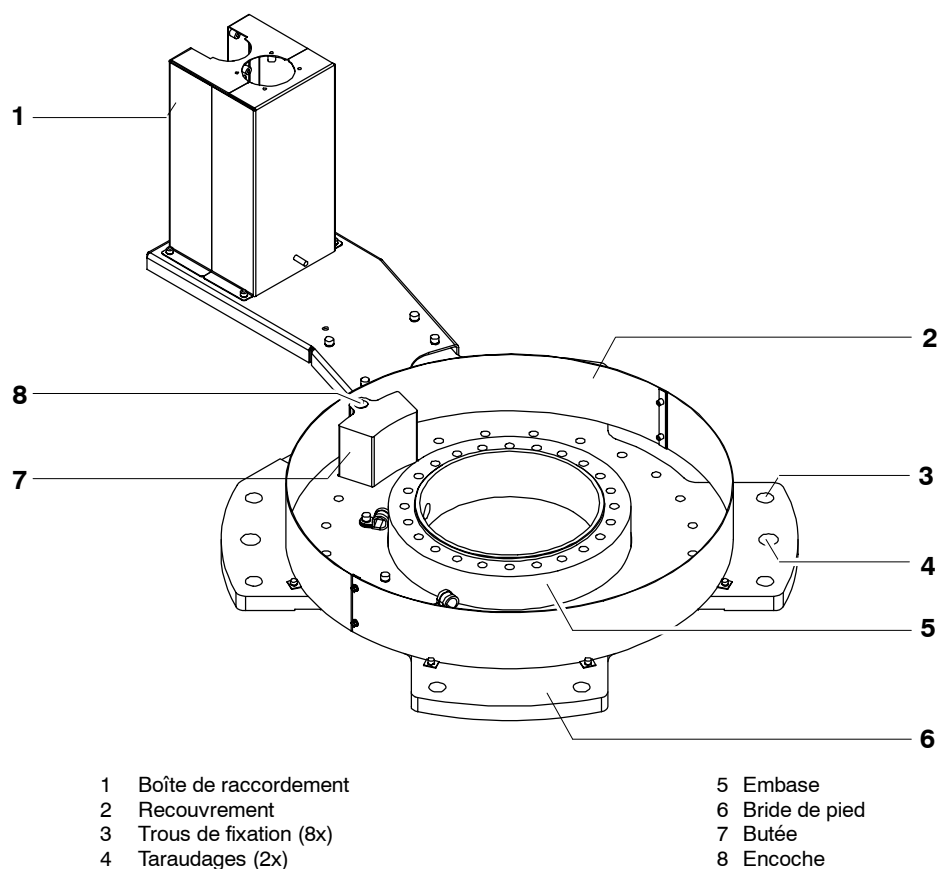

Fig. 10 Structure de l'embase
L'embase (Fig. 10) est la partie fixe du manipulateur sur laquelle tourne le bâti de rotation avec l'épaule, le bras et le poignet. La bride de pied (6) comprend des trous de passage (3) pour la fixation du manipulateur et deux taraudages (4) permettant la dépose du manipulateur sur deux pieds de centrage (accessoires, voir le chapitre 7, "Mise en place").